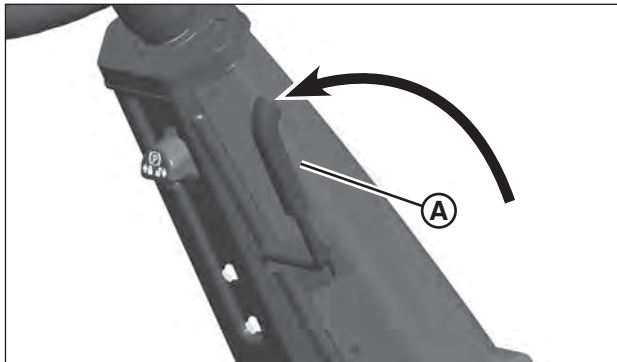

Figure 8: Embrayage de la commande de lame
2. Mettre la commande de lame (A, Figure 8) sur la position MARCHE.